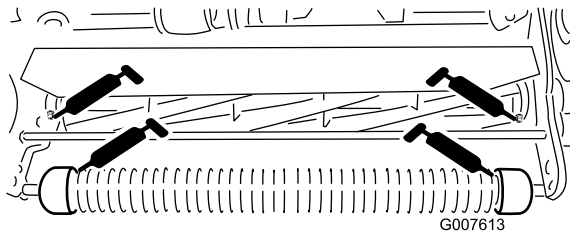

Figura 17
- 2 no rolo da frente (Figura 17)
- 2 nos rolamentos do cilindro (Figura 17)